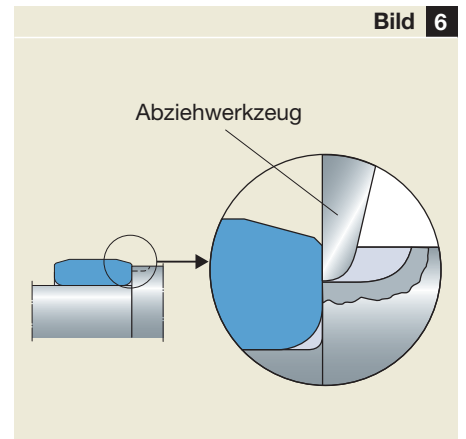

Bild 6
- für Abzieher hinter dem Lager Nuten zum Ansetzen der Abziehschenkel in der Wellenschulter vorgesehen sind (→ Bild 6) oder